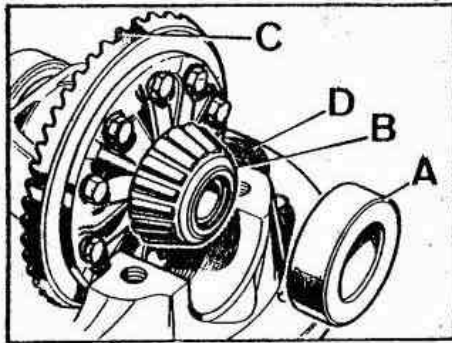

Fig. E-87 Conjunto diferencial
3.5.1. Mantener en posición las pistas exteriores A (Fig. E-87) de los cojinetes B, del diferencial y colocar el conjunto diferencial y corona C, en el cárter D.